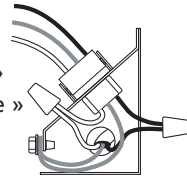

Figure 5 — Câblage correct
2. À l'aide de connecteurs adaptés, câbler le ventilateur comme sur la Figure 5.